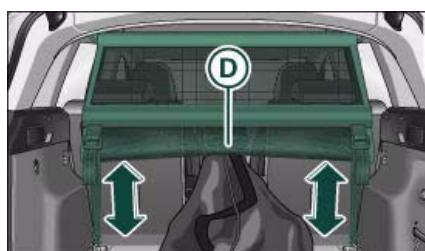

Fig. 89 Detrás del respaldo: Desplazar la red de separación
- Desplace la red de separación hasta colocarla a la altura deseada ⇒ fig. 89 **D**.